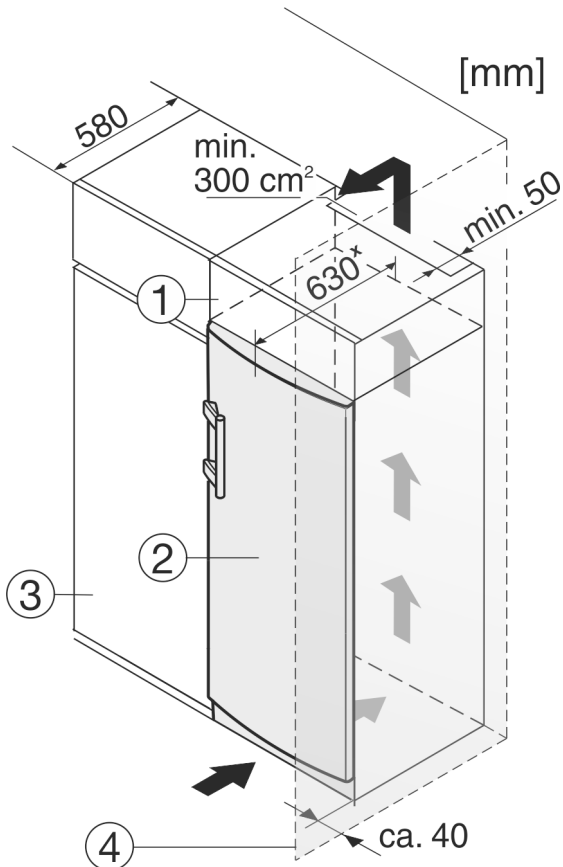

Fig. 10
- (1) Aufsatzschrank (2) Gerät (3) Küchenschrank (4) Wand
Das Gerät kann mit Küchenschränken umbaut werden. Um das Gerät Fig. 10 (2) der Küchenzeilenhöhe anzugleichen, kann über dem Gerät ein Aufsatzschrank Fig. 10 (1) angebracht werden.
Beim Umbau mit Küchenschränken (Tiefe max. 580 mm) kann das Gerät direkt neben dem Küchenschrank Fig. 10 (3) aufgestellt werden. Das Gerät steht seitlich 34 mm * und in der Gerätemitte 50 mm * gegenüber der Küchenschrankfront vor.
Wenn das Gerät mit den Scharnieren neben einer Wand Fig. 10 (4) aufgestellt wird, muss der Abstand zwischen Gerät und Wand mindestens 40 mm betragen. Dies entspricht dem Griffüberstand bei geöffneter Tür.